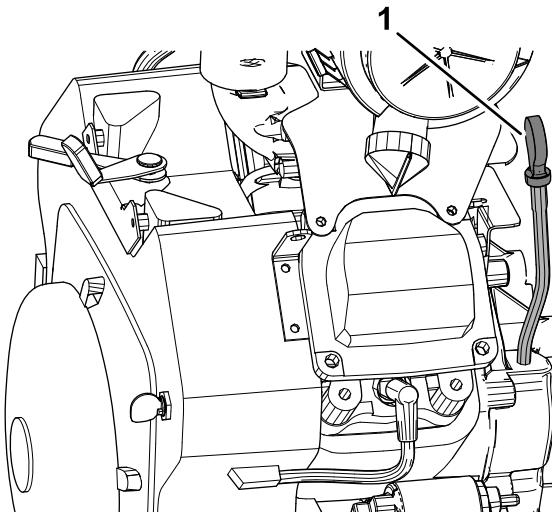
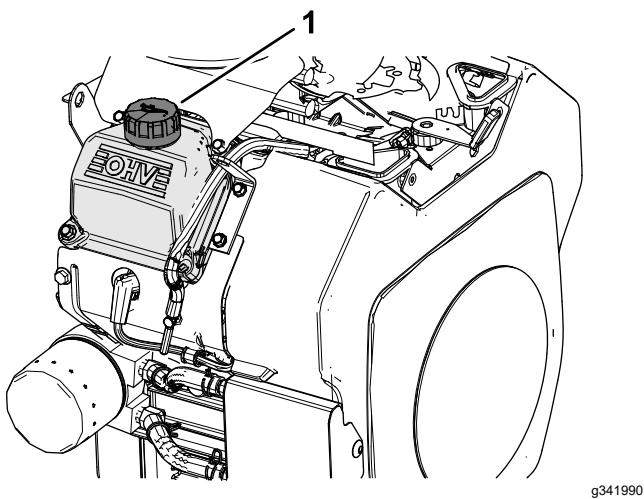

Bild 28
Bild 29
- Reinigen Sie den Bereich um den Ölpeilstab und den Öleinfülldeckel des Ventildeckels (Bild 28 und Bild 29).
3. Nehmen Sie den Ölpeilstab heraus und wischen das Ende ab (Bild 28).